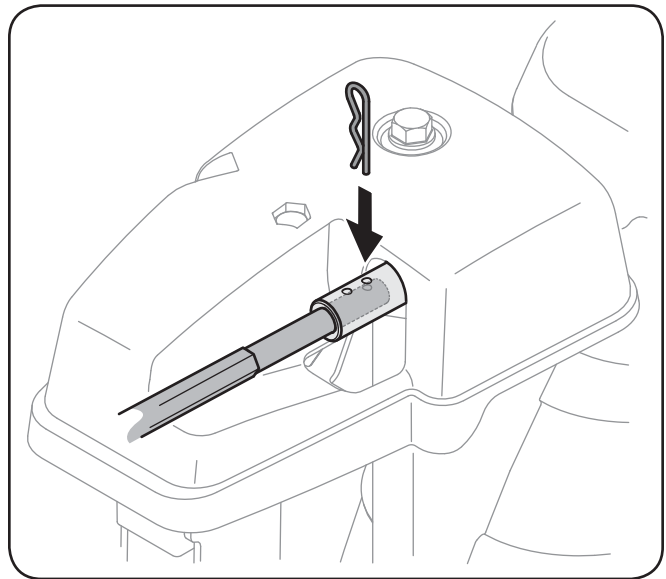

Figura 3-9
7. Empuje la varilla hacia el panel de control hasta que el orificio en la varilla hexagonal se alinee con el orificio en la entrada de control del canal lo más cerca posible del cabezal de control del canal e inserte el pasador de chaveta. Vea la Figura 3-9.